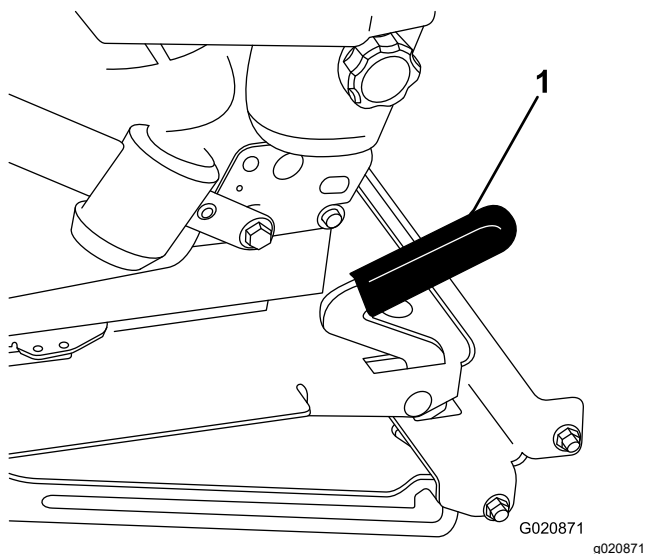

Bild 17
2. Ziehen Sie den Sitzriegel nach vorne und oben, um den Sitz zu entriegeln (Bild 17).